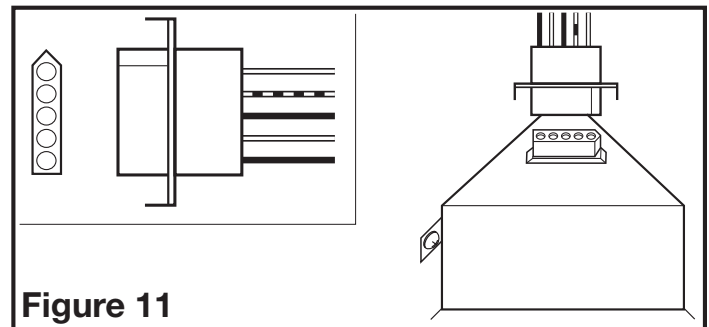

Figure 11
- 3a. **MODÈLES AKLS :** Brancher le cordon à raccordement rapide dans le réceptacle. Ce cordon ne s'ajuste que d'une seule façon dans le réceptacle (Figure 11).